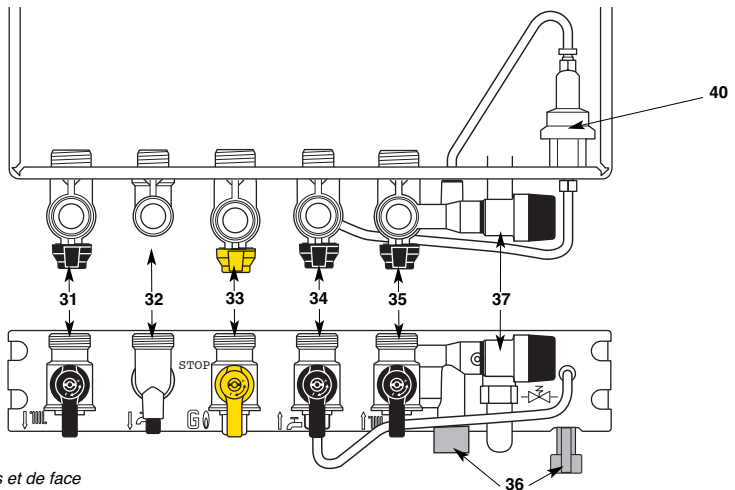

Fig. 22 - Vues de dessus et de face
Barrette robinetterie (fig. 22)
4. Ouvrir l'arrivée du gaz, robinet gaz **33** (fig. 22), sur la position «  ».
- Couper l'arrivée du gaz en tournant le robinet **33** (fig. 22), sur la position «STOP».